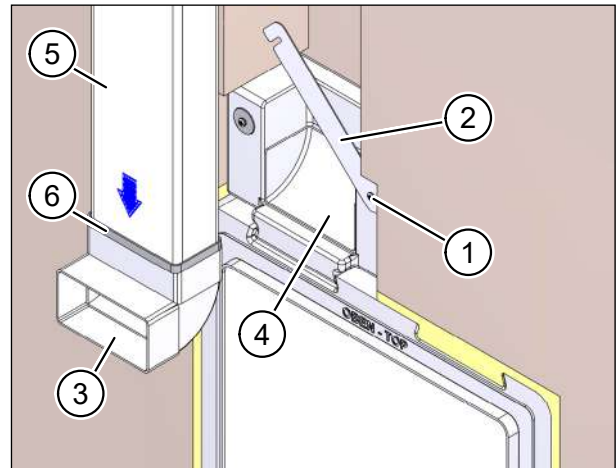

Abb. 26: Flachkanäle in Kanalanschlussadapter einsetzen
- ▶ Lockern Sie die beiden Kreuzschlitzschrauben (Pos. 1 in Abb. 26) und klappen Sie den Riegel (Pos. 2 in Abb. 26) nach oben.
- ▶ Nehmen Sie den Flachkanal-Winkel (Pos. 3 in Abb. 26) aus dem Kanalanschlussadapter (Pos. 4 in Abb. 26).
- ▶ Setzen Sie einen Flachkanal M-WRG-FK-F (Pos. 5 in Abb. 26), Art.-Nr. 200104, oder den Formstückadapter M-WRG-FSA lang, Art.-Nr. 200234, in den Flachkanal-Winkel ein.
- ▶ Dichten Sie die Verbindungsstelle mit einer Lage Dichtband von 30 mm Breite (Pos. 6 in Abb. 26) ab.
- ▶ Setzen Sie den Flachkanal-Winkel (Pos. 3 in Abb. 26) zusammen mit dem angefügten Flachkanalelement (Pos. 5 in Abb. 26) wieder in den Kanalanschlussadapter (Pos. 4 in Abb. 26) ein.
- ▶ Klappen Sie den Riegel (Pos. 2 in Abb. 26) nach unten und ziehen Sie die Kreuzschlitzschrauben (Pos. 1 in Abb. 26) vorsichtig an.